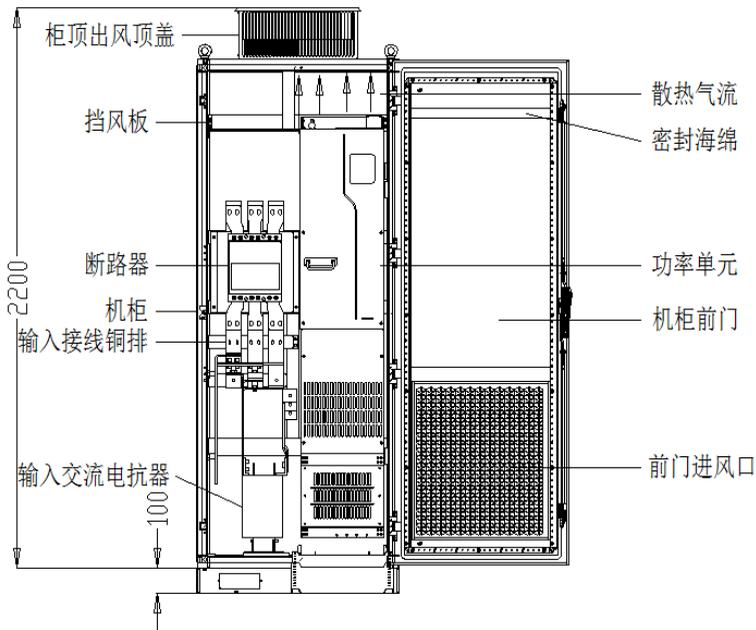

图 4-10 机柜布局推荐
- ◇ 在柜内安装时，请参照机柜布局示意图（如图 4-10 所示），机柜框架为 2200\*800\*600（单位 mm，含 H200 机柜通风顶盖），为了确保机柜的安装，必须加上 H100 的机柜底座。要在柜内顶部安装档风板，防止 GD270 散热气流在柜内循环，在前门板对应内部挡风板部位，需用一条 40X40 的密封海绵，以防止风道短路，在柜门下部必须开进风通风孔；